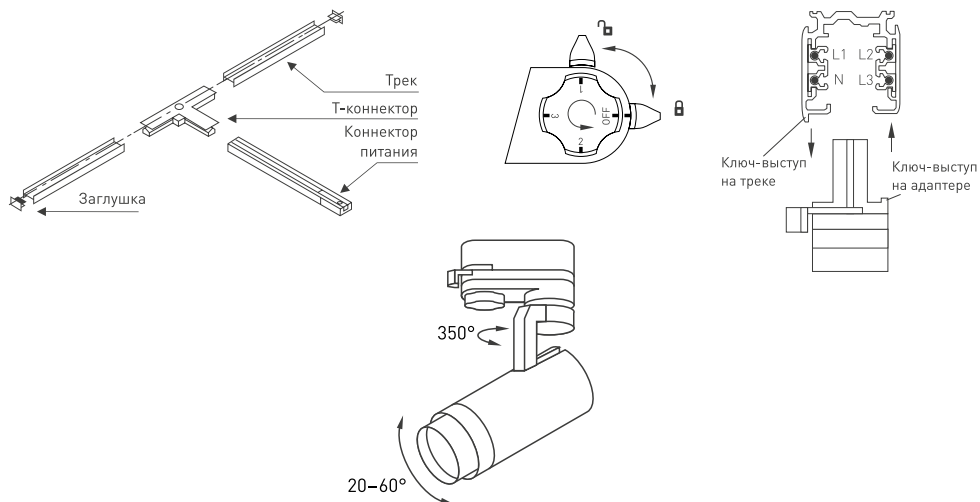

Рис. 7. Установка светильника в трек
- 3.6. Вставьте светильник в трек, для чего ориентируйте ключи-выступы на адаптере и на треке, как показано на рис. 7.